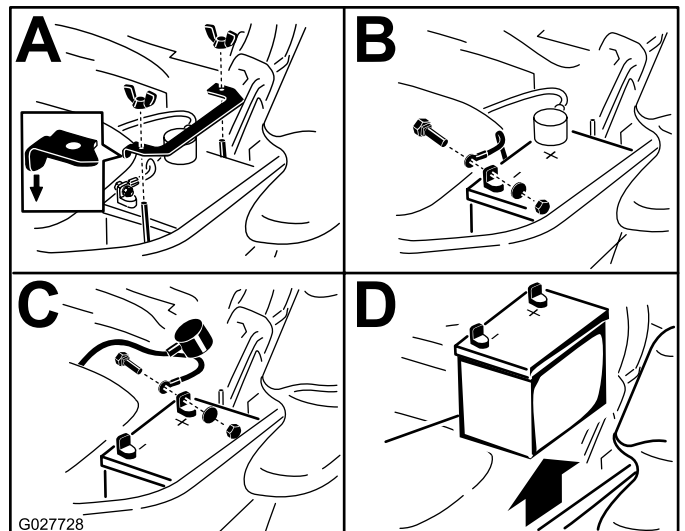

Figura 61
3. Retire la batería según se muestra en Figura 61.